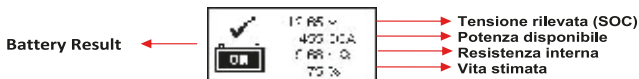

Fig.29
7. In un tempo inferiore ai 7 secondi, I risultati verranno messi a disposizione dell'utente (Fig.29)